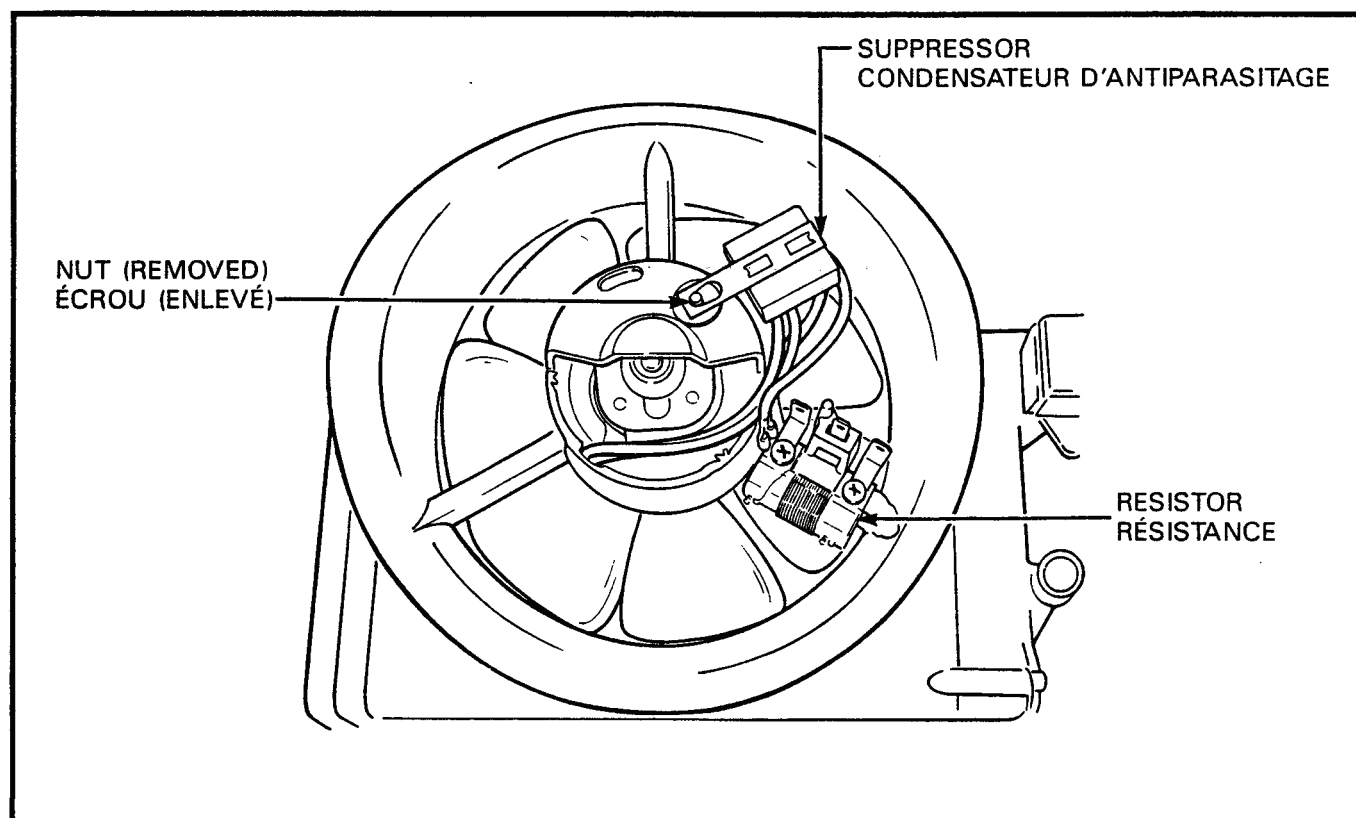

Figure 2-3-3 Heater Fan Assembly Resistor and Suppressor
| e. Disconnect the electrical wire from the terminal on the resistor, see Figure 2-3-3. | e. Débrancher le fil électrique de la borne de la résistance, voir figure 2-3-3. |
m. Remove the nut from the suppressor at the fan housing, see Figure 2-3-3.	m. Enlever l'écrou du condensateur d'antiparasitage au niveau du boîtier du ventilateur, voir figure 2-3-3.